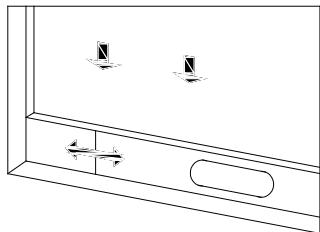

Figure 2
- 1) Ouvrez la fenêtre à moitié et montez l'ensemble de la plaque d'étanchéité de la fenêtre sur la fenêtre (comme indiqué sur les figures 2 et 3). Les composants peuvent être placés à l'horizontale et à la verticale.